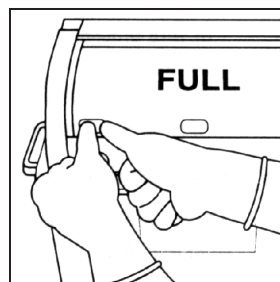

Figure 2
- Si le couvercle est ouvert, le rabattre et enclencher ses trois fermetures (Figure 2).